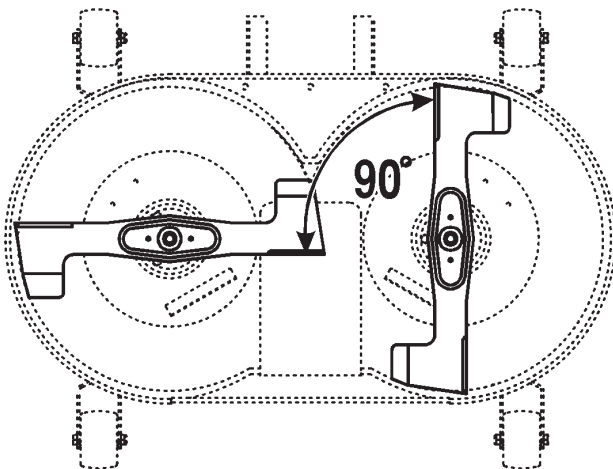

Bild 38
- Richten Sie die Schnittmesser in einem Winkel von 90° zueinander aus (Bild 38).